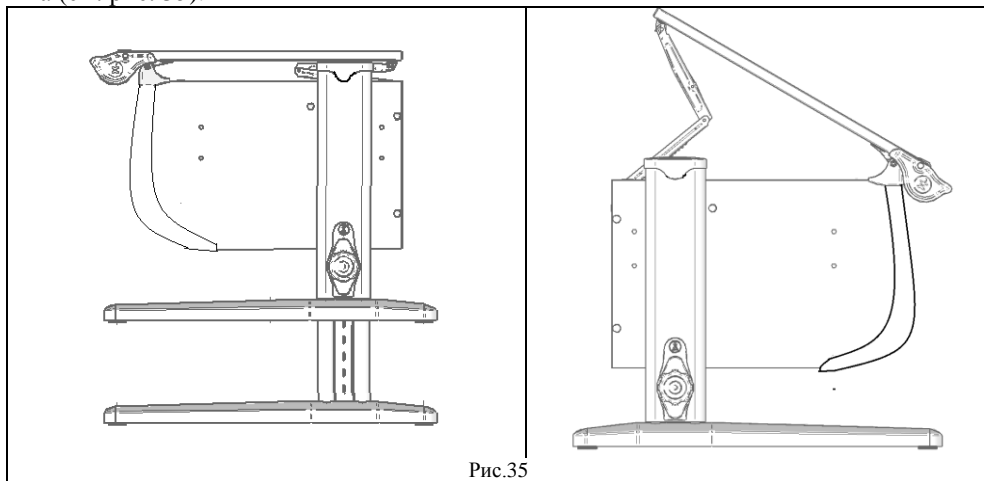

Рис.35
5.2. Для удобства эксплуатации потребителями различных возрастных групп стол имеет возможность ступенчатой регулировки столешниц по высоте и углу наклона (см. рис. 35).